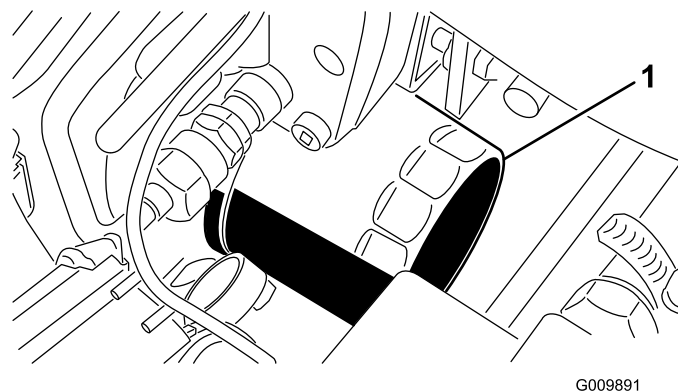

Figura 46
4. Togliete il filtro dell'olio (Figura 46).